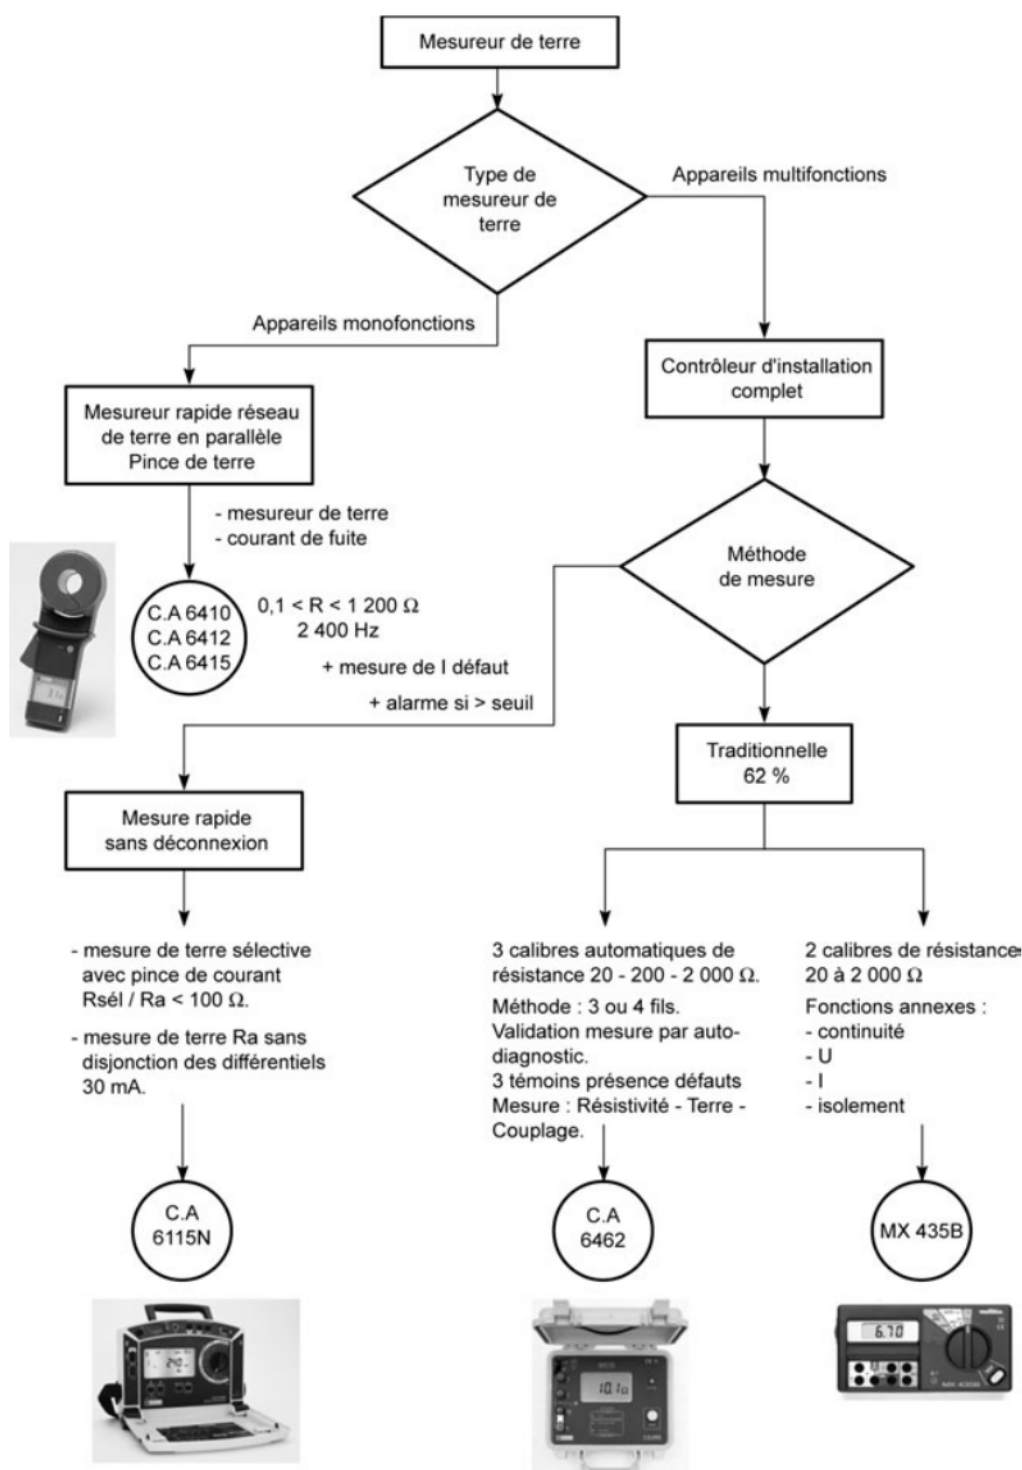

Figure 5.26 – Organigramme de choix d'un mesureur de terre.
■ Pince de terre (voir *figure 5.26*)